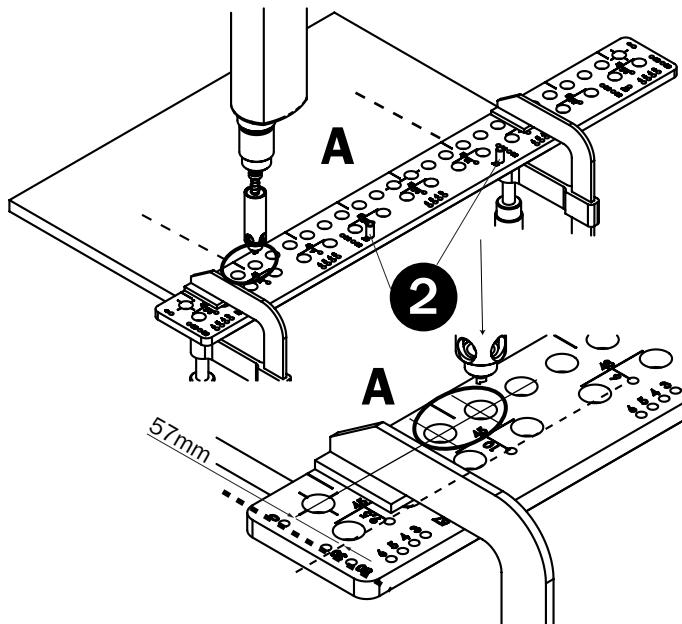

Fig. 15
Introduzca dos mandriles de metal (pos. 2) en los agujeros 57 (Fig. 15). Coloque CMT900 sobre la pieza de trabajo de modo que el eje central del paso elegido de la bisagra sobre la plantilla corresponda con el eje central sobre la pieza de trabajo y que los mandriles adhieran al borde anterior de la pieza de trabajo. Utilice el adaptador portabroca CMT400-1 con la broca para agujeros no pasantes con diámetro de 3mm para tornillos para madera, o de 5mm para tornillos euro.
Asegúrese de que los mandriles adhieran sobre el borde anterior de la tabla y que el eje de la bisagra sobre la plantilla de taladrado esté en el mismo punto que el eje de la bisagra sobre la pieza de trabajo. Fije la plantilla de taladrado al material a taladrar mediante unas mordazas. Ajuste la profundidad de taladrado en el adaptador portabroca de acuerdo con la longitud de los tornillos utilizados. Introduzca el adaptador portabroca con la broca correspondiente en la fila de los agujeros principales y taladre un agujero a la derecha del eje y un agujero a la izquierda del eje (detalle Fig. 15).